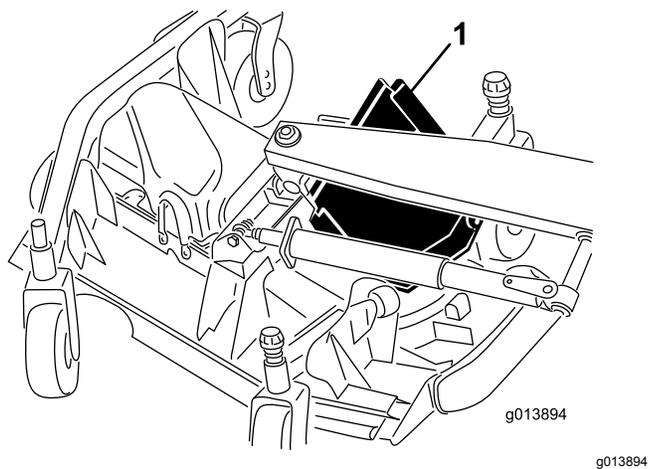

Figura 85
6. Sollevate il bordo anteriore e guidatelo tra il braccio di sollevamento e il rullo per rimuoverlo (**Figura 85**).